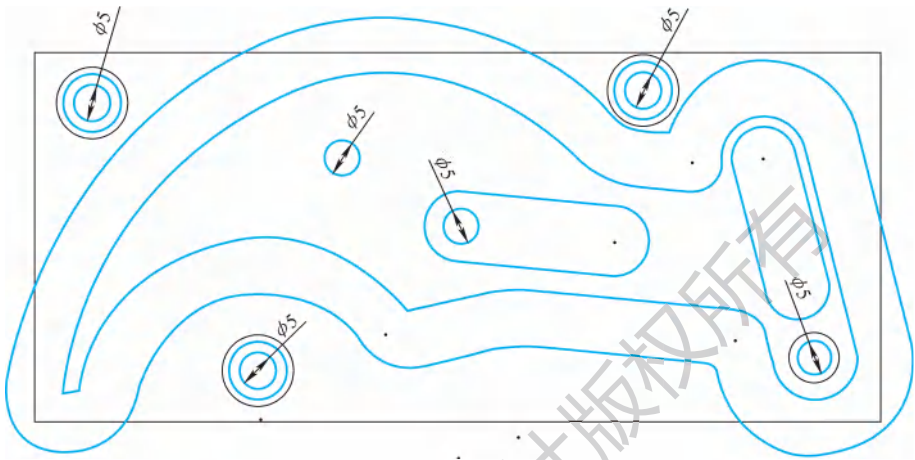

图 7-8 绘制 6 个 $\phi 5\text{mm}$ 圆
接下来继续在刚绘制的 3 个 $\phi 10\text{mm}$ 的垫片和拨片内部 3 个孔的位置绘制 $\phi 5\text{mm}$ 的圆，以备接下来绘制螺纹孔，结果如图 7-8 所示。
5) 设置第 3 图层（夹具线框）为当前工作图层，关闭第 30 图层。同时对定位柱的棱边进行倒角，尺寸为 C0.3。结果如图 7-11a 所示。接下来继续以【实体】/【拉伸】的方法对如图 7-8 所示的 6 个 $\phi 5\text{mm}$ 的圆创建螺纹孔，结果如图 7-11b 所示。